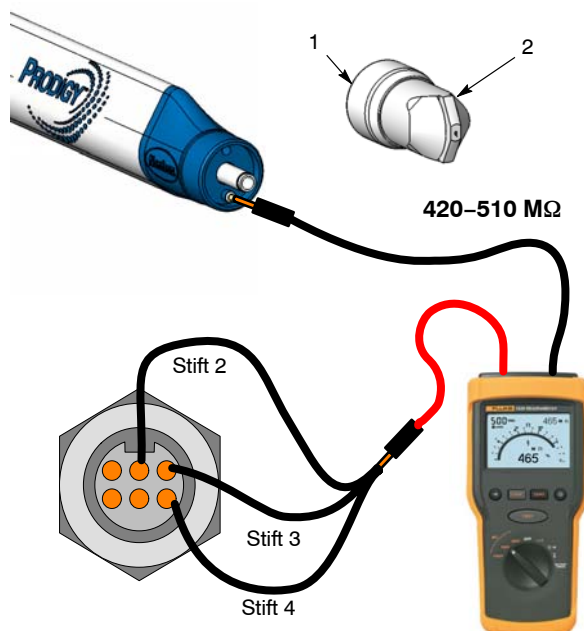

Bild 14 Test av multiplikator/motstånd
1. Se bild 14. Tag av fästhylsan (1) och munstycket (2).